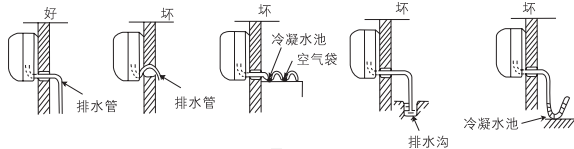

图28
- 用附件⑭排水管与室内机组的出水管连接起来。
- 如要使冷凝水流得舒畅,排水管应倾斜少许,如图28所示。